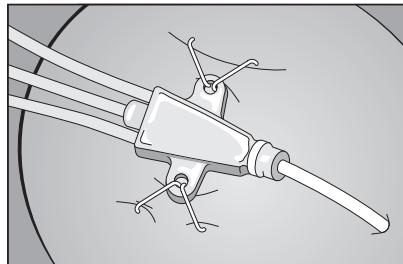

Figura 2
- Comprimere con decisione l'applicatore per chiudere il punto metallico e fissare il catetere alla cute del paziente (vedere la Figura 2).